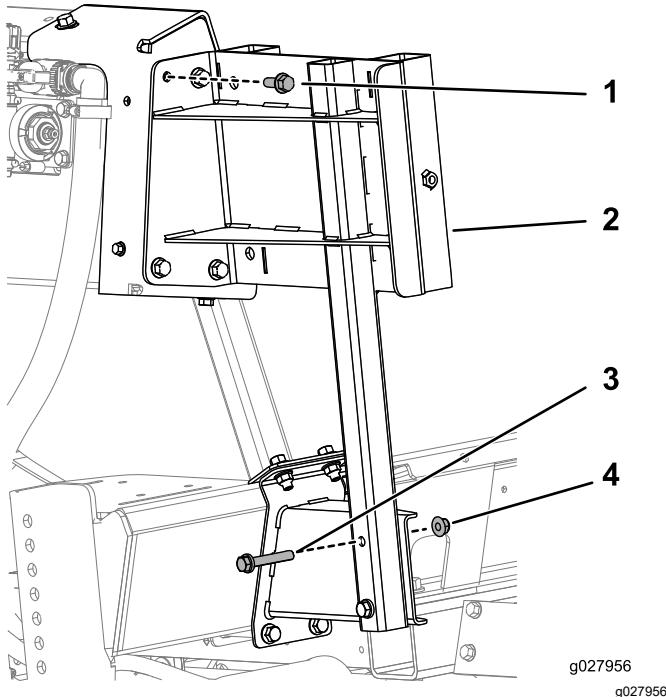

Figura 13
5. Sujete el soporte de la bandeja del carrete a los soportes superior e inferior con 4 pernos (3/8"-16 x 1"), 2 pernos (3/8"-16 x 2 1/4") y 6 tuercas con arandela prensada (3/8"-16), como se muestra en la Figura 13.